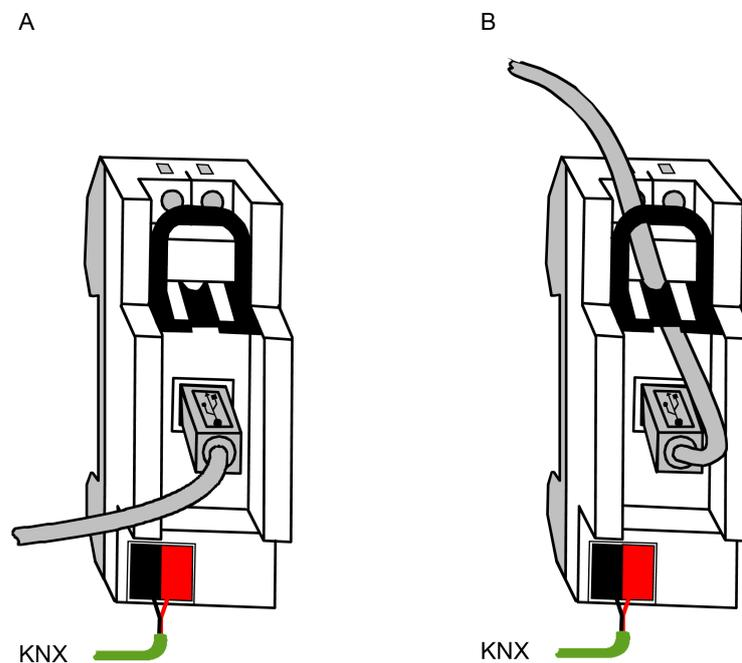

Bild 3: Geräteanschluss (Bauform REG)
- Aufsnappen auf Hutschiene nach DIN EN 60715. Einbaulage beachten (siehe Bild 3).